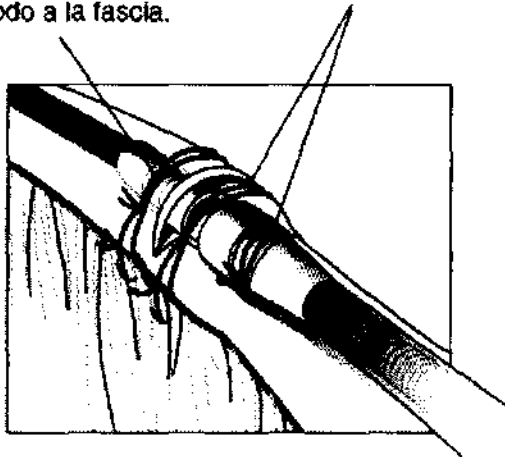

Figura 9. Uso del manguito con la técnica de incisión venosa.
1. Deslice el manguito de sutura dentro de la vena hasta pasar el surco más distal. Ligue la vena alrededor del manguito de sutura para obtener hemostasia. A continuación, y utilizando el mismo surco de sutura, fije el electrodo y la vena a la fascia adyacente (Figura 9).